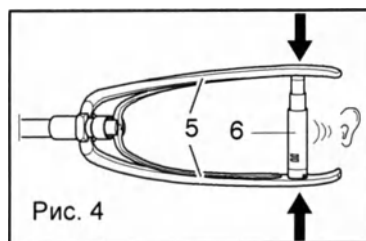

Рис. 4
- ◇ Снова сожмите рукоятку (5), пока ощутимое сопротивление не будет преодолено и фиксатор опять деблокируется (6). (Рис. 4)